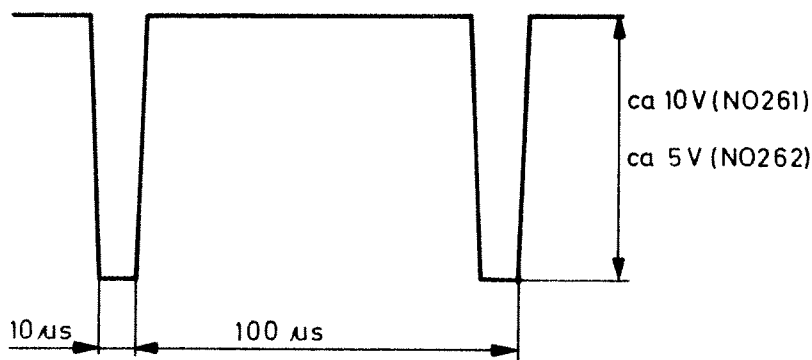

Bild 2
- 3.4.1.3 Anslut oscilloskopet till utgången 10 kHz . Utspänningen ska ha ett utseende enligt bild 2.
Om utspänningen är lägre än den på bild 2, provbyt röret V13 i NO261 och röret V15 i NO262. Efter rörbyte eller när tiderna för pulserna avviker från de angivna, justera frekvensdelaren enligt följande: